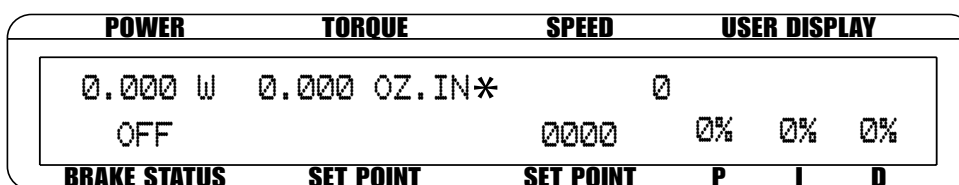

Figure 6-6 Fonction de tarage activée
3. «*» est affiché comme illustré avec la *figure 6-6 Fonction de tarage activée.*